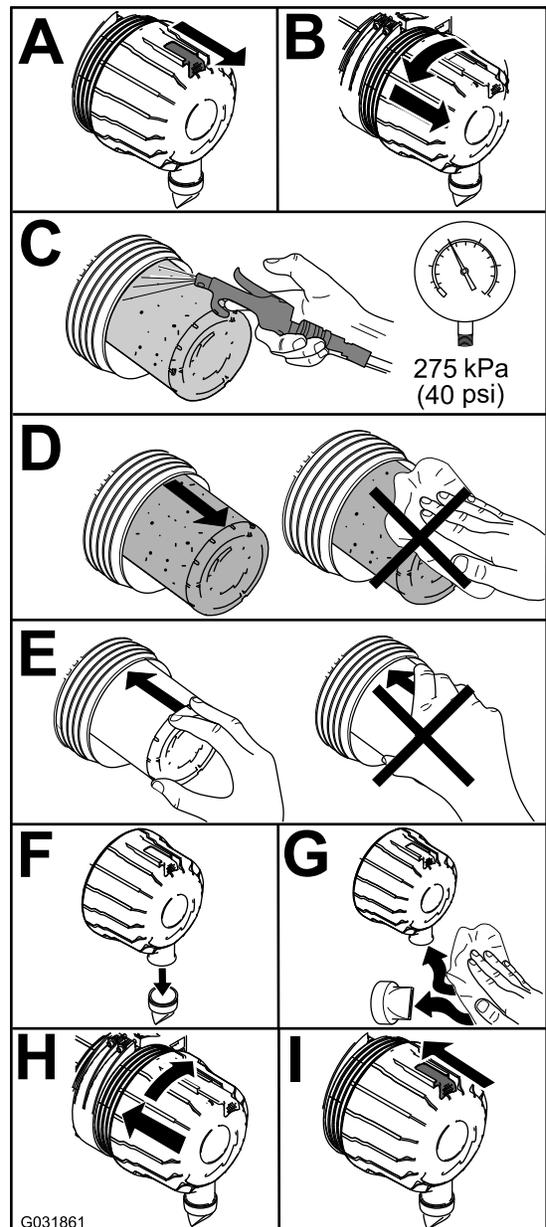

Рисунок 88
1. Замените воздухоочиститель (Рисунок 88).